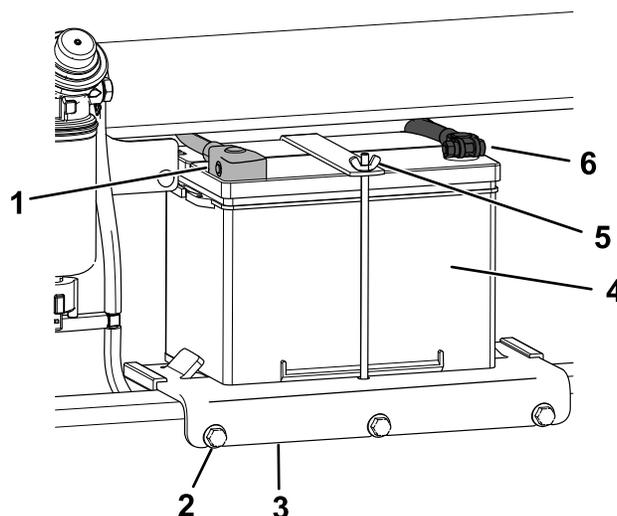

Figure 63
4. Débranchez le câble négatif (noir) de mise à la masse de la borne de la batterie (Figure 63). Conservez les fixations.
- Débranchez le câble positif (rouge) de la borne de la batterie (Figure 63). Conservez les fixations.
- Desserrez les 3 boulons de fixation du support de batterie et déposez le support avec la batterie (Figure 63).
- Placez la batterie sur son support et fixez-la en place avec l'écrou à oreilles et la tige (Figure 63).
- Montez le support de batterie sur la machine et fixez-le en place avec les 3 boulons (Figure 63). Serrez les boulons à 41 N·m (30 pi-lb).
- En vous servant des fixations retirées précédemment, branchez le câble positif (rouge) de la batterie à la borne positive (+) (Figure 63).
- En vous servant des fixations retirées précédemment, branchez le câble négatif (noir) à la borne négative (-) de la batterie (Figure 63).